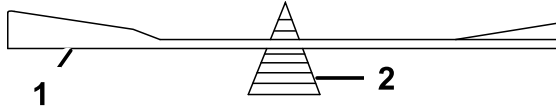

Bild 91
- Prüfen Sie die Auswuchtung des Schnittmessers auf einer Ausgleichsmaschine (Bild 91).